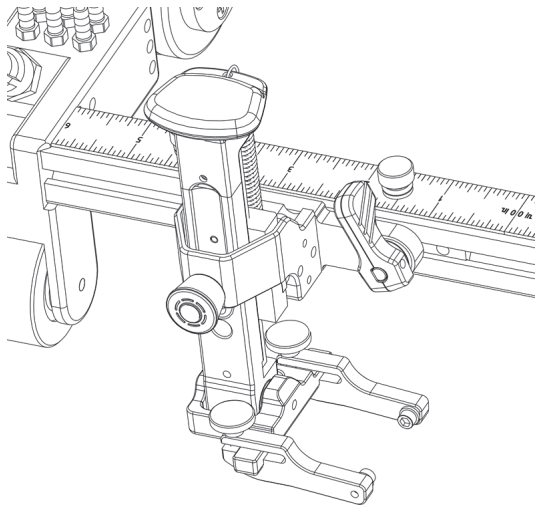

图 2-12 探头托架被插入到导轨槽中
3. 将探头托架牢牢压入导轨槽，确保偏心销保持在水平方向上（参见第49页的图 2-12）。